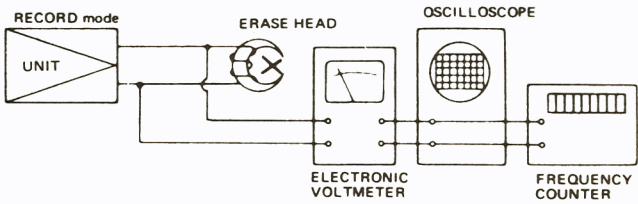

Figure 8-4
- 1) Connect instruments as shown in Figure 8-4.
- 1) Die Instrumente gemäß Abb. 8-4 anschließen.
- 1) Raccorder les instruments comme le montre la Fig. 8-4.